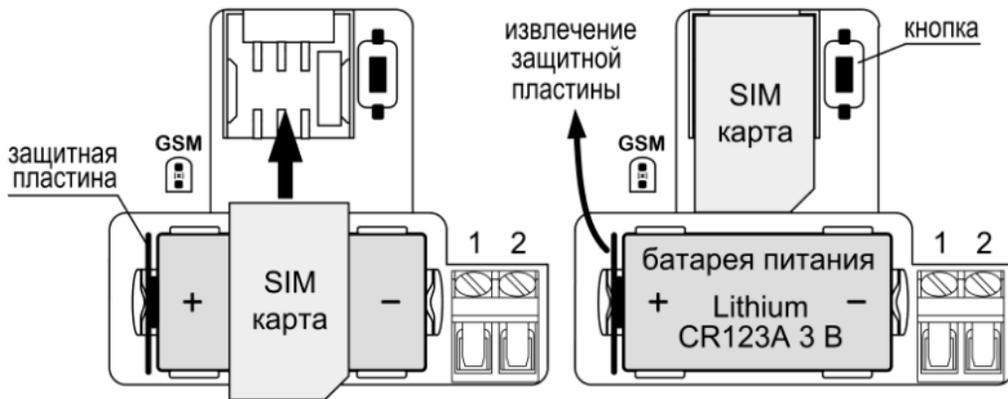

Рис.3 Установка SIM карты, извлечение защитной пластины
2. Убедитесь, что SIM карта установлена в соответствии с рис.3, либо установите SIM карту (если не установлена) в держатель на плате извещателя: контактами к держателю, срезом – как показано на рис.3.
3. Включите питание извещателя – извлеките защитную пластину из контакта батареи питания (см. рис.3) или установите батарею питания, соблюдая полярность (если она была извлечена).
2. Убедитесь, что SIM карта установлена в соответствии с рис.3.